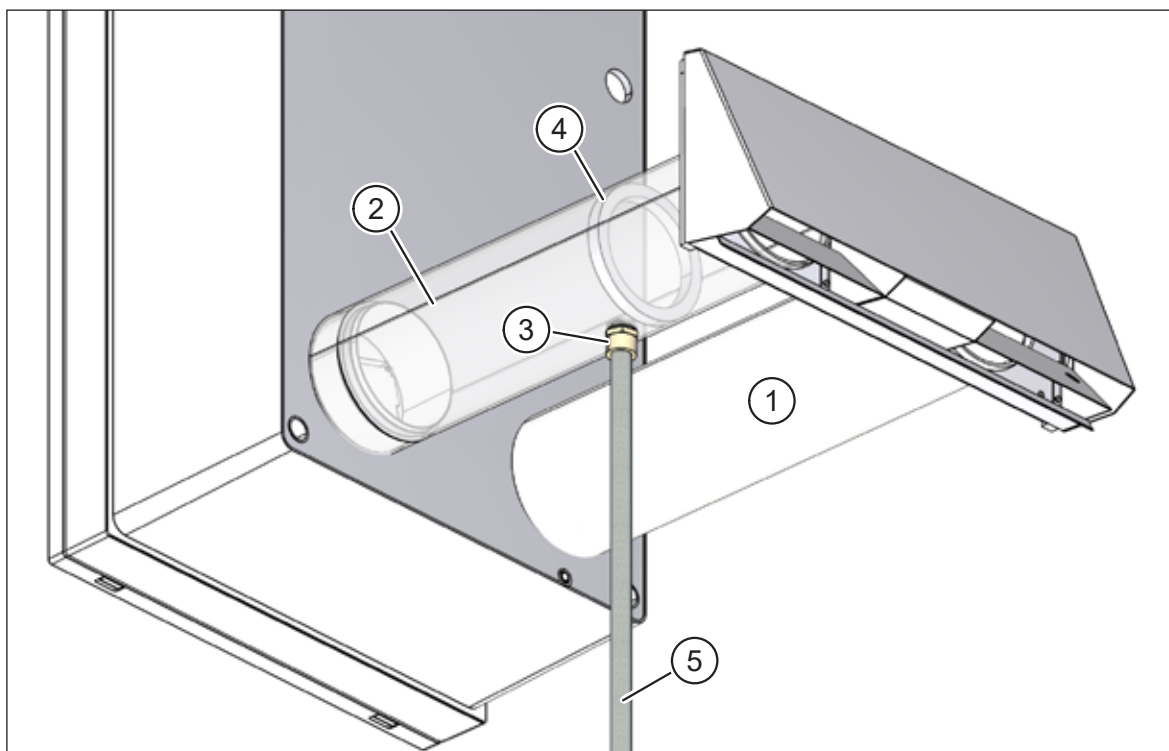

Abb. 30: Kondensatabführung am Fortluftrohr
- Außenluftrohr, DN 100, 0,5 m (Pos. 1 in Abb. 30)
- Fortluftrohr DN 100, 0,5 m (Pos. 2 in Abb. 30), mit 1/2"-Außengewindeanschluss (Pos. 3 in Abb. 30) und Barriere (Pos. 4 in Abb. 30) zum Rückhalten des Kondensats
- Schützen Sie das Kondensatableitungsrohr (Pos. 5 in Abb. 30) in kalten Regionen vor Frost, z. B. durch Verlegung hinter der Fassadendämmung.